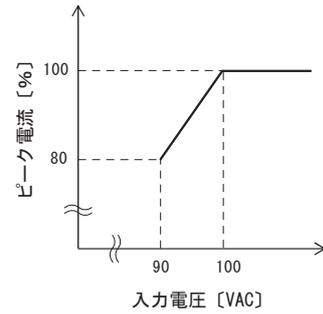

図6.2 入力電圧による出力ピーク電流
- ・  $I_p \leq \text{定格ピーク電流 [A]}$  図6.2 参照